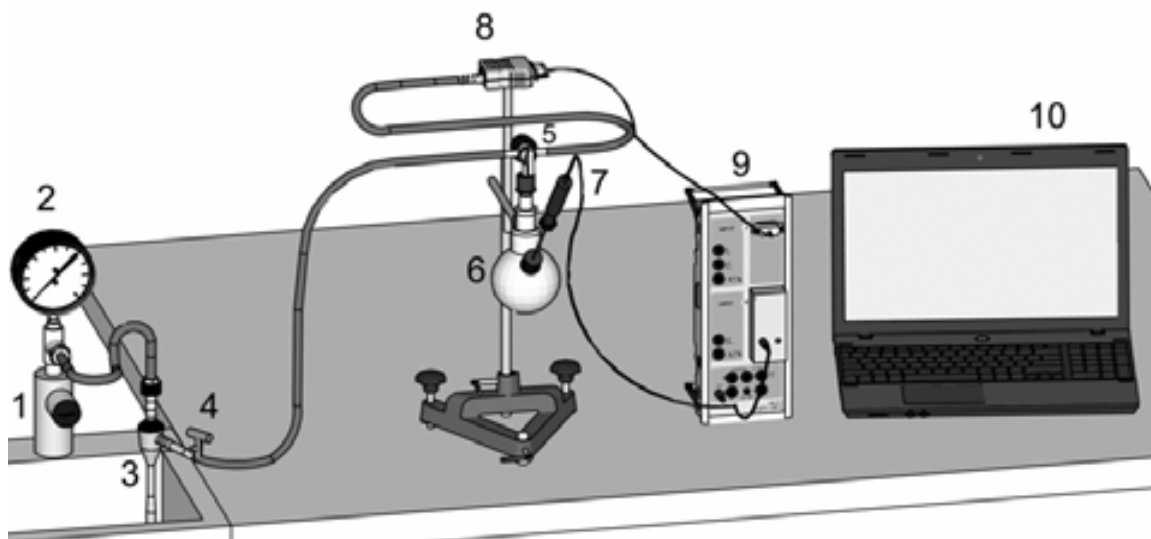

Рис.3 Экспериментальная установка для исследования работы водоструйного вакуумного насоса
Схема установки представлена на рис. 3. Вода через вентиль (1) и манометр (2) подается в пластиковый водоструйный насос (3) и сливается в раковину. Отсасывающий штуцер насоса подсоединен к крану (4) и к тройнику (5), соединённым с вакууммируемым сосудом (6) с двумя горлышками. Боковое гнездо закрыто пробкой с термопарой (7). Давление в этом сосуде контролируется с помощью вакуумметра (8). Показания термопары и вакуумметра передаются на блок Cassy (9) и затем на персональный компьютер (10).